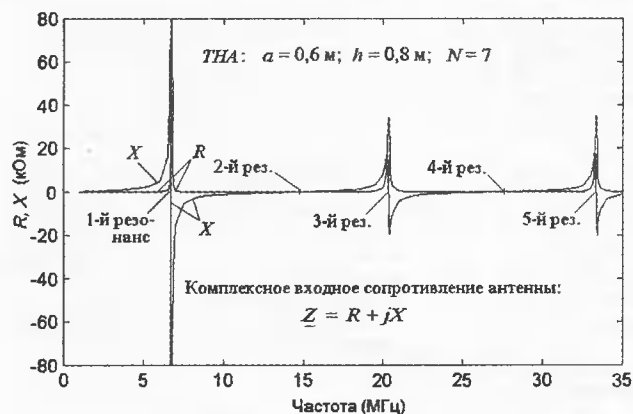

Рис. 7
На рис. 7 приведены расчетные частотные зависимости активной (R) и реактивной (X) составляющих входного